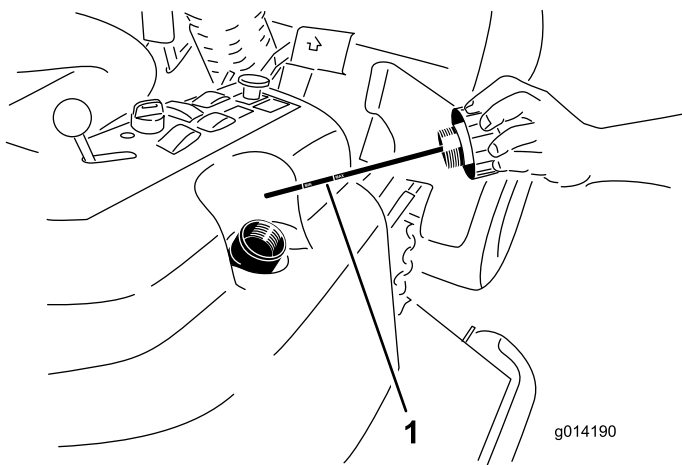

Bild 48
2. Nehmen Sie den Deckel des Hydraulikbehälters vom Einfüllstutzen ab (Bild 48).
3. Nehmen Sie den Messstab heraus und wischen Sie ihn mit einem sauberen Lappen ab (Bild 48).
4. Stecken Sie den Messstab in den Einfüllstutzen und ziehen ihn dann heraus, um den Ölstand zu prüfen (Bild 48).